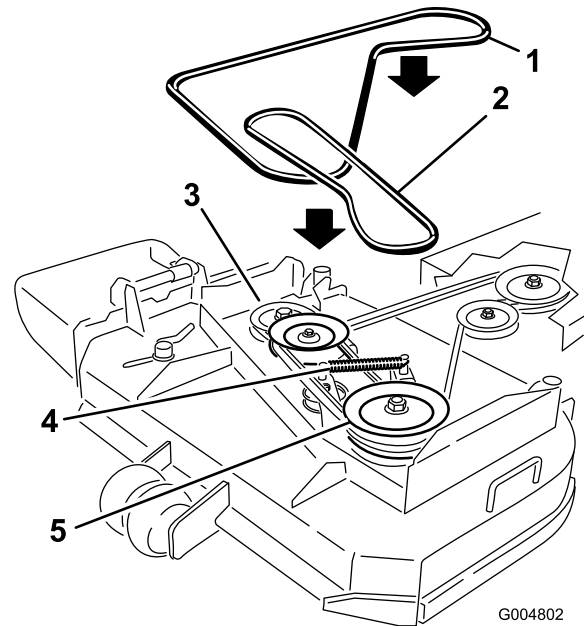

Figure 44
6. Décrochez le ressort du bras de la poulie de tension pour réduire la tension sur le bras et la poulie de tension, puis enlevez la courroie usagée (Figure 44).
7. Placez une courroie neuve autour des 2 poulies d'axe extérieures, de la poulie de tension et dans la gorge inférieure de la poulie d'axe double (Figure 44).
8. Raccrochez le ressort du bras de tension (Figure 44).
10. Réglez l'écartement entre le guide et la courroie à 3 mm (Figure 44).